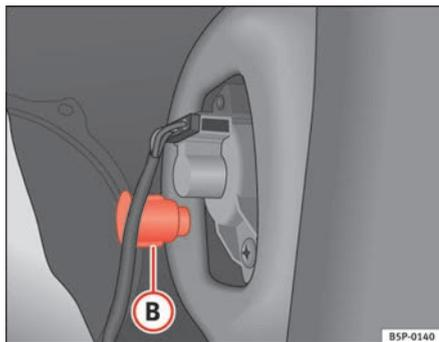

Fig. 186 Luz de presença/travão
- Desenroscar a peça de plástico ⇒ fig. 186 (B) que fixa o farolim. Para iniciar a rotação, pode ajudar inserir a chave de parafusos na referida peça.